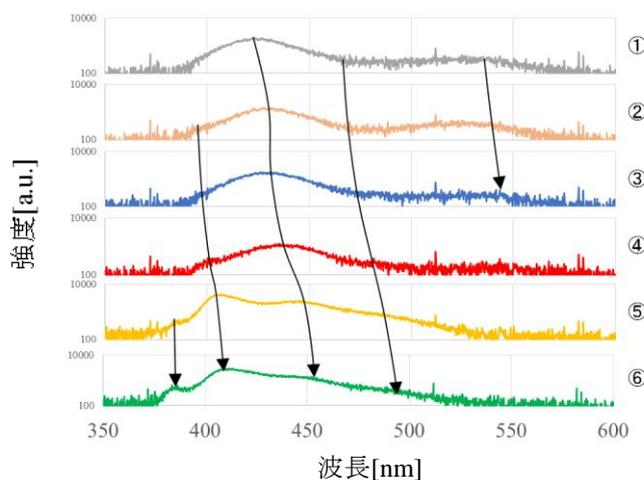
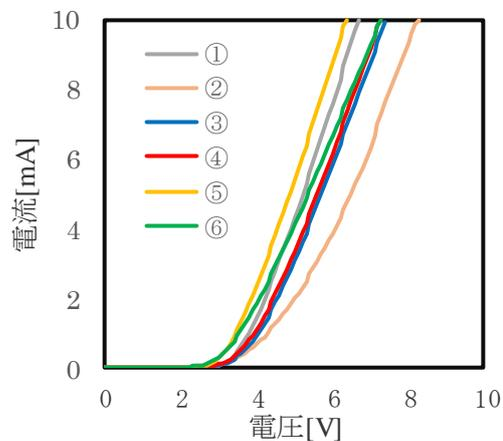

図 2 場所の違いによる EL スペクトル(10mA)
図 3 場所の違いによる I-V 特性
[実験結果] EL スペクトルを図 2 に示す。①から⑥は p 層の電極の場所を示し、各電極との距離は 1mm となっている。①から③までが中間板があるところ、④から⑥までが溝になっている。I-V 特性測定結果は図 3 に示す。EL スペクトルより四波長の発光を、また中間板の空隙があるところに向けてレッドシフトしていることが確認できた。立ち上がり電圧は 3V から 4V 付近となった。